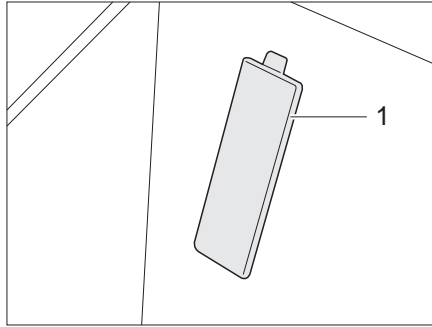

Bild 287 Abdeckung Fahrgestellnummer
- ▷ Die Fahrgestellnummer befindet sich bei Fahrzeugen auf Fiat-Basis hinter einer Abdeckung (Bild 287,1) im Einstieg auf der Beifahrerseite.